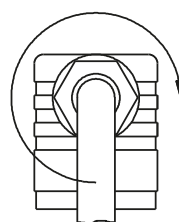

Fig. 5
- ↪ Poussez l'intérieur ⑧ jusqu'à encliquetage dans la boîte de raccordement. ②.
- ↪ Enfichez la vis centrale dans la boîte de raccordement et serrez la presse-étoupe M16x1,5 (→ Fig. 5).